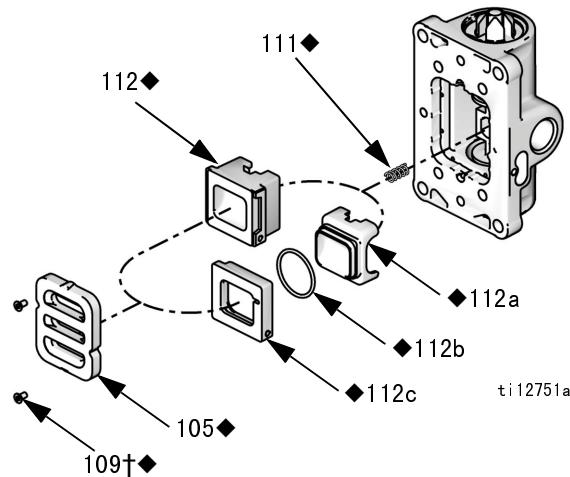

图 5：取下通风板
2. 请参见图 5。使用 2 毫米或 5/64 内六角扳手卸下两颗螺丝（109†◆）。卸下阀板（105◆）。